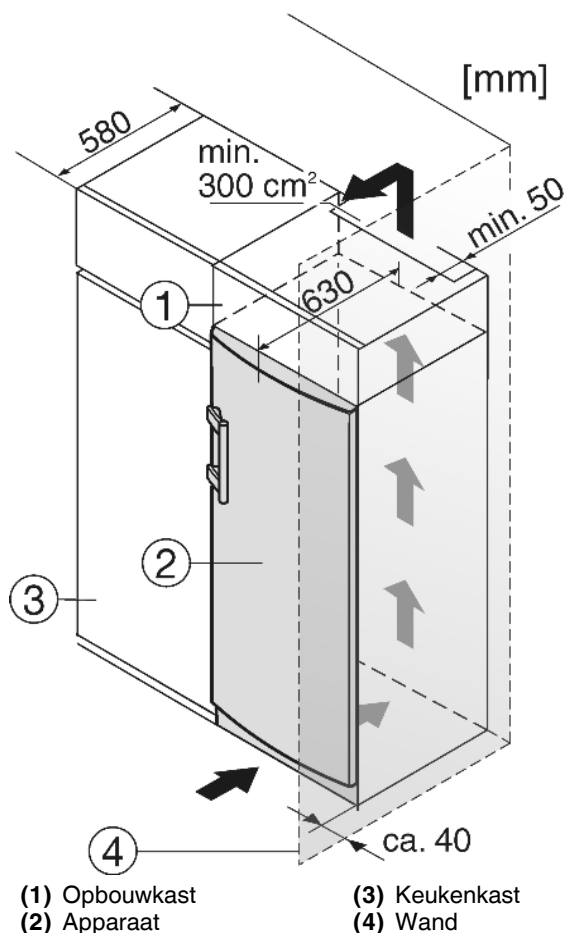

Fig. 9
Het apparaat Fig. 9 (2) kan worden ingebouwd in de keuken. Om het apparaat aan de hoogte van het keukenblok aan te passen, kunt u er een passende opbouwkast Fig. 9 (1) op plaatsen.
Bij ombouw met keukenkasten (max. diepte 580 mm) kan het apparaat direct naast de keukenkast Fig. 9 (3) worden opgesteld. De apparaatdeur springt opzij 34 mm en in het midden van het apparaat 50 mm uit ten opzichte van het keukenkastfront. Hierdoor is de deur zonder problemen te openen en sluiten.
Plaatst u het apparaat met de scharnierkant naast een muur Fig. 9 (4), dan moet de afstand tussen apparaat en muur minstens 40 mm bedragen. Dit in verband met het uitsteken van de deurgreep bij een geopende deur.